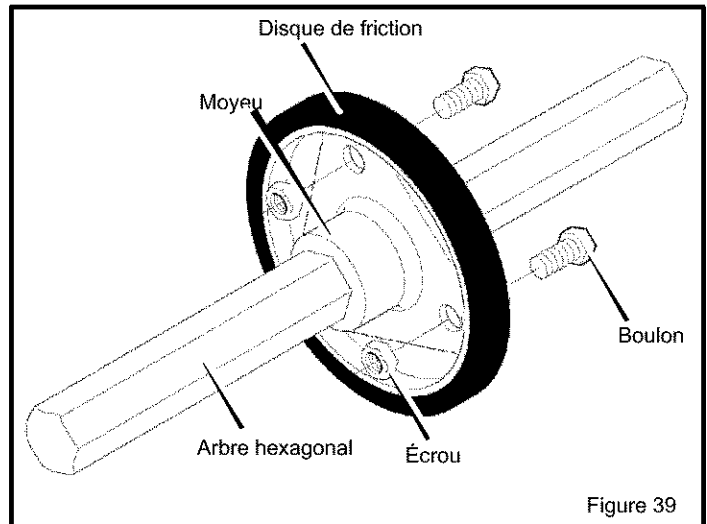

Figure 39
9. Monter le disque de friction neuf sur le moyeu (voir Figure 39). Reposer les plaques de roulement en s'assurant que l'arbre hexagonal y est bien engagé.